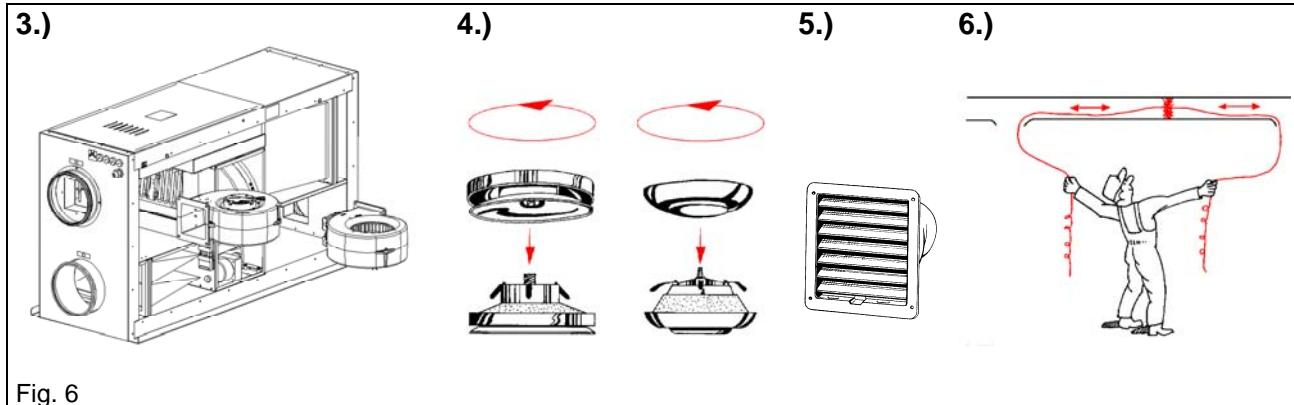

Fig. 6
2. Kontroll av varmeveksler (hvert 3. år) Fig. 6
2. Kontroll av värmeväxlare (var 3:e år) Fig. 6
2. Wartung des Tauschers (alle 3 Jahre) Fig. 6
2. Checking the heat exchanger (every 3 years) Fig. 6
N VEDLIKEHOLD (Fig. 6)
S SKÖTSEL (Fig. 6)
D WARTUNG (Fig. 6)
GB MAINTENANCE (Fig. 6)